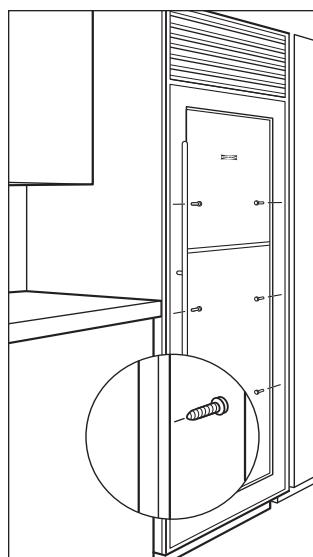

Fig. 12
- Percez trois trous de 5 mm dans les deux moulures extérieures. Reportez-vous à la figure 12 ci-après.